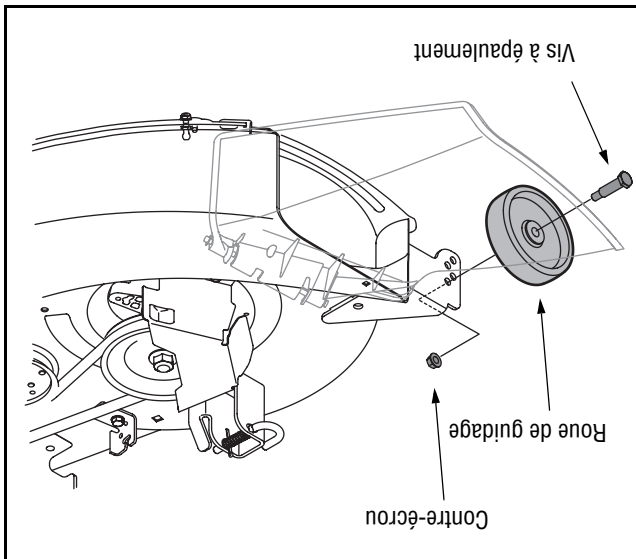

Figure 5
Placez le tracteur sur une surface ferme et plane, de préférence goudronnée. Consultez le Figure 5 et procédez comme suit :
- Enfoncez la vis à épaulement de la roue de guidage arrière dans le trou indexé qui laisse environ $\frac{1}{2}$ po entre la base de la roue et la surface goudronnée. Voir la Figure 5.